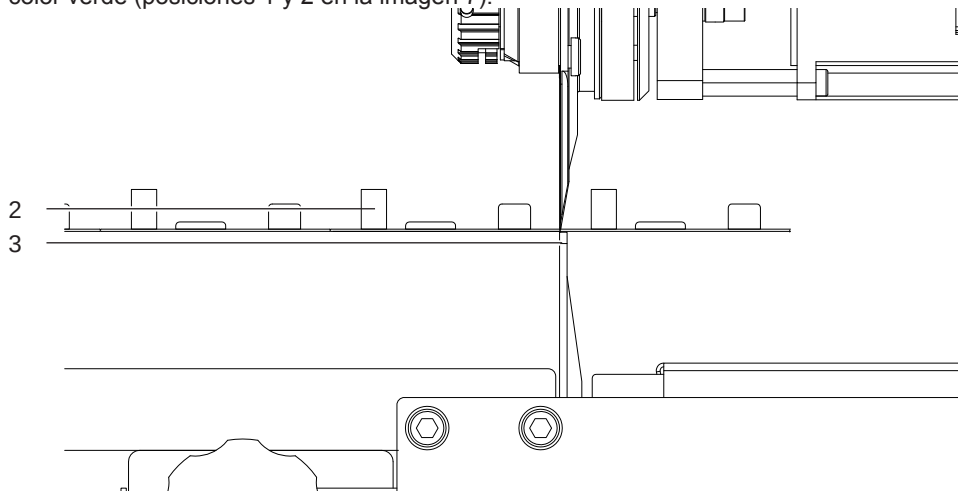

Figura 9 Inserción de la placa de circuitos impresos
1. Poner el carro (1) en el centro del marco.
2. Fijar el dispositivo con el orificio roscado de medición (2) en el dispositivo de montaje del carro (4). Asegúrese de que el pasador (5) de la palanca (6) se pone en el agujero (3) en el carro.
3. Mover la palanca (6) hasta el momento de pivote hacia arriba de tal manera que la punta del indicador de cuadrante (7) presiona a distancia de 2 mm del borde de la cuchilla contra la cuchilla superior (9). Gire el anillo de escala del indicador de modo que el puntero de la graduación en mm 1/100 señale el "0" de la escala.
4. Girar la palanca (6) hasta el momento de pivote hacia abajo, de manera que la punta del indicador de cuadrante (7) exprese 2 mm por debajo del borde superior de la cuchilla contra la cuchilla inferior (10).
Dependiendo del tipo de cuchillo (Figura 9 - derecha) el valor así medido, el desplazamiento del carro (1) sobre toda la gama de la cuchilla inferior puede ser un máximo $\pm 0,1$ y 0-0,2 mm del valor medido de la lámina superior.